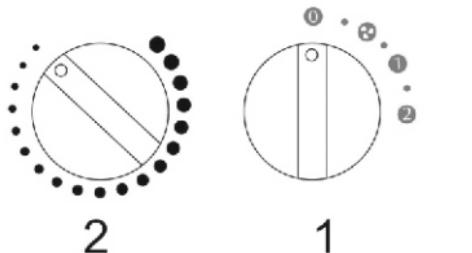

Рис.2 Блок управления
5.2 Установить ручку переключателя режимов 1 (см. рис.2) в положение «О», ручку терморегулятора 2 повернуть в крайнее против часовой стрелки положение
6.1 Для включения тепловентилятора ручку переключателя режимов 1 (см. рис.2) повернуть по часовой стрелке в положение «*», при этом включается электродвигатель вентилятора и тепловентилятор работает в режиме вентиляции (режим «0»).